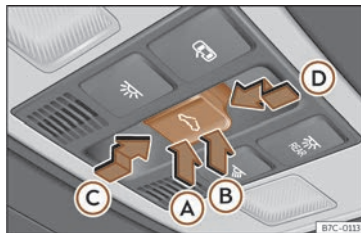

Fig. 61 En el revestimiento interior del techo: tecla del techo de cristal.
La tecla $\Leftarrow \gg$ fig. 61 tiene dos niveles. En el primer nivel se puede situar el techo en la posición deflectora, abrir o cerrar total o parcialmente.
- Antes de que transcurran aprox. 5 segundos desde la activación de la función antiaprisionamiento, presione la tecla <>>> fig. 61 hasta el segundo nivel en el sentido de la flecha Ⓣ hasta que el techo se cierre completamente.